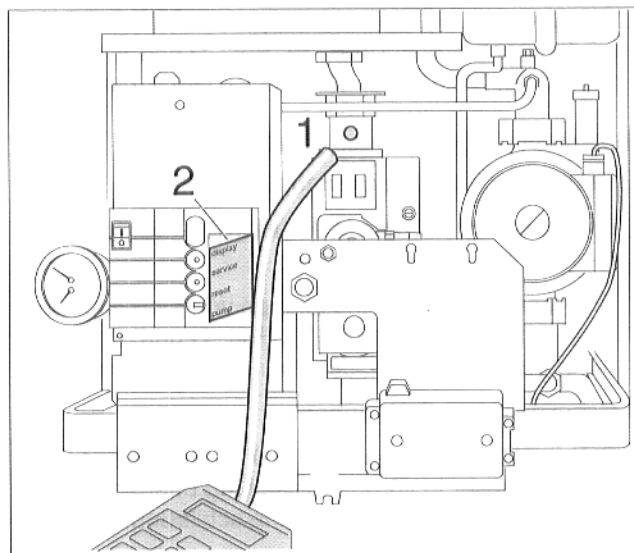

Abb. 37 Meßnippel für Brennerdruck
- Verschlusschraube des Meßnippels (Abb. 37, Pos. 1) zwei Umdrehungen lösen.
- Abdeckung der 2. Bedienebene entfernen (Abb. 37, Pos. 2).